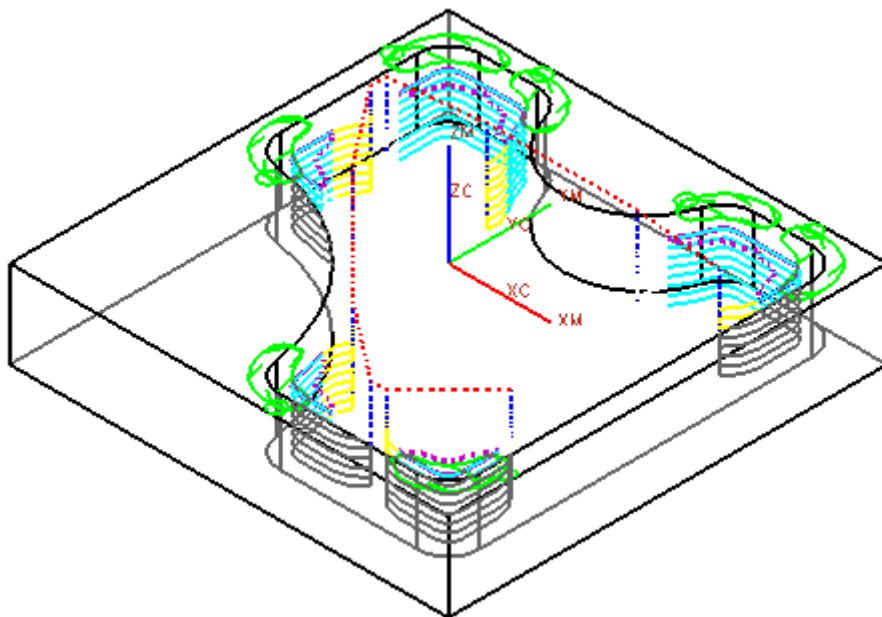

图 8-60
- 双击 FINISH_CORNER，打开操作对话框，单击 ，选择如图 8-60 中所示的永久边界作为毛坯边界，注意材料侧为内，单击 OK。
- 单击 ，生成拐角加工刀轨，如图 8-60 所示。